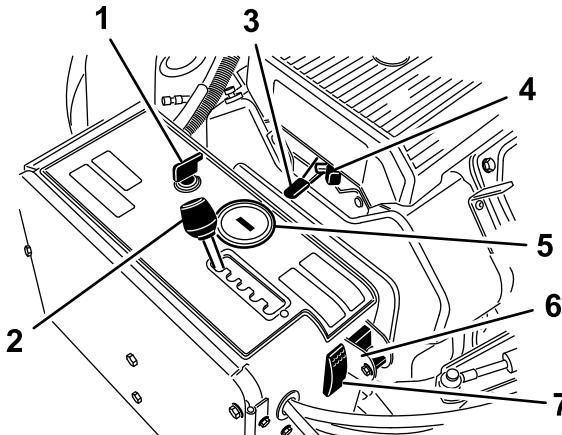

Bild 12
Mit dem Zündschalter (Bild 12) lassen Sie den Motor an und stellen Sie ihn ab. Der Schalter hat 3 Positionen:
Schieben Sie den Aerifizierer-Abstandshebel (Bild 12) auf den gewünschten Lochabstand oder auf „T“ für Transport.
Verwenden Sie den Gasbedienungshebel (Bild 12), um die Motordrehzahl zu steuern. Wenn Sie den Gasbedienungshebel nach vorne schieben, steigt die Drehzahl (SCHNELL-Stellung); wenn Sie ihn nach hinten schieben, sinkt sie (LANGSAM-Stellung). Die Motordrehzahl steuert die Geschwindigkeit des
- Wenn der Motor abgeschaltet wird, zeigt der Betriebsstundenzähler, Drehzahlmesser (Bild 12) die Anzahl der Motor-Betriebsstunden an.
Verwenden Sie den Choke, wenn Sie einen kalten Motor anlassen (Bild 12).
Drehen Sie den Schalter in die untere Stellung, um die TrueCore-Funktion abzuschalten (Bild 12). Entfernen Sie die Schraube, um an den Schalter für manuell bzw. Rasen-Niederhalter zu gelangen.
Drücken Sie den Systemreset-Schalter (Bild 12), um den Aerifizierkopf anzuheben, wenn die Maschine funktionsunfähig wird (z. B. Maschine hat kein Benzin mehr).